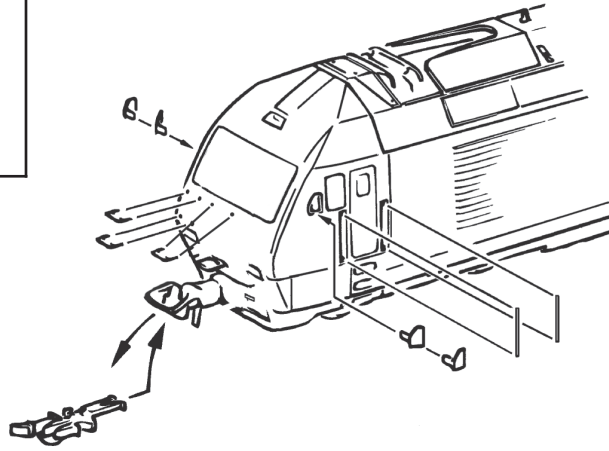

Fig. 4
**2. Schmierung:** Versehen Sie die im Schmierplan in Fig. 5 gekennzeichneten Stellen mit nur **kleinen Öltropfen**. Dazu zuerst das Lokgehäuse abnehmen (Fig. 4). Für die regelmäßige Schmierung der Radachsen empfiehlt es sich, zuerst mit größter Sorgfalt den Getriebedeckel abzunehmen. Die dafür notwendige Vorgehensweise wird in Fig. 8 grafisch dargestellt. Wir empfehlen den ROCO **Öler Art.-Nr. 10906**. Fürs Schmieren der Getriebeteile (Zahnräder, Schnecke) empfehlen wir das **ROCO-Spezialfett Art.-Nr. 10905**. Im Falle der Schmierung diese Teile **nicht ölen**.
**4. Kohlebürstenwechsel:** Lokgehäuse abnehmen (Fig. 4). Danach wird der Motor ausgebaut und die Kohlebürsten ausgewechselt (Fig. 9).
**2. Lubrication:** Apply **tiny oil drops** to spots marked in fig. 5. Prior to lubrication dismantle locomotive (fig. 4). We recommend using item no. **10906, ROCO oiler**. For lubrication the gearparts (e.g. cogwheels, worm) we should recommend our ROCO **special grease** (item no. **10905**).
**4. Carbon Brush Changing:** First remove loco body (fig. 4), and then the motor (fig. 9).
**2. Graissage:** N'appliquez **qu'une toute petite goutte** aux endroits indiqués par le plan de graissage (fig. 5) après avoir démonté la caisse de la locomotive (fig. 4). Nous vous recommandons **le graisseur à huile ROCO réf. 10906**. Pour graisser les engrenages (roues dentées, vis sans fin) nous vous conseillons la **graisse spéciale ROCO réf. 10905** pour engrenages en matières synthétiques. Lorsque vous utilisez cette graisse il faut éviter d'huiler ces composants.
**4. Remplacement des balais du moteur:** Démontez la caisse (voir fig. 4). Démontez ensuite le moteur et échangez le balais (fig. 9).